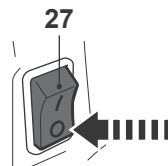

Fig. 26
- > Mettez l'interrupteur [27] sur "0" (arrêt) (Fig. 26).